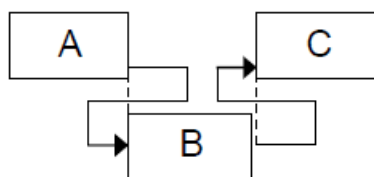

Рисунок 8 – Тип взаимосвязи диаграммы предшествования 5
5. Гамак. Работа В должна начаться с окончанием работы А и продолжаться до старта работы С (рис.8).